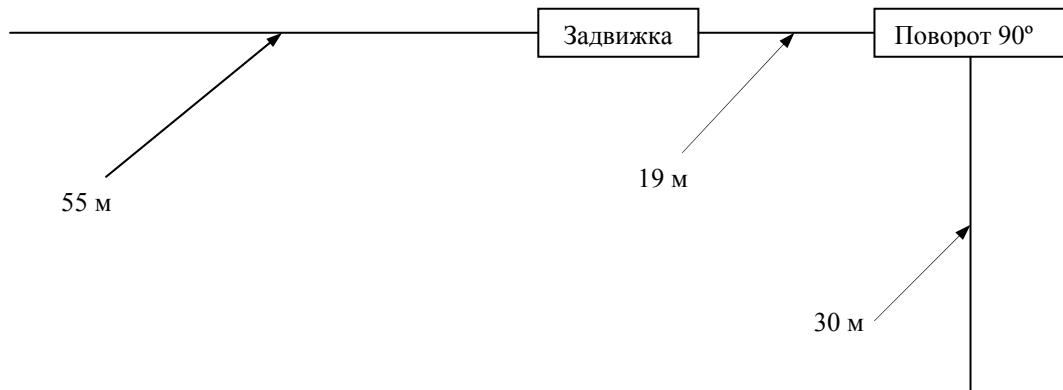

Рисунок 3.4 – Схема к задаче 3.22
3.30 Трубопровод, сваренный из стальных бесшовных труб, постоянным диаметром 100 мм состоит из трех участков (см. рис. 3.4), соединенных между собой полностью